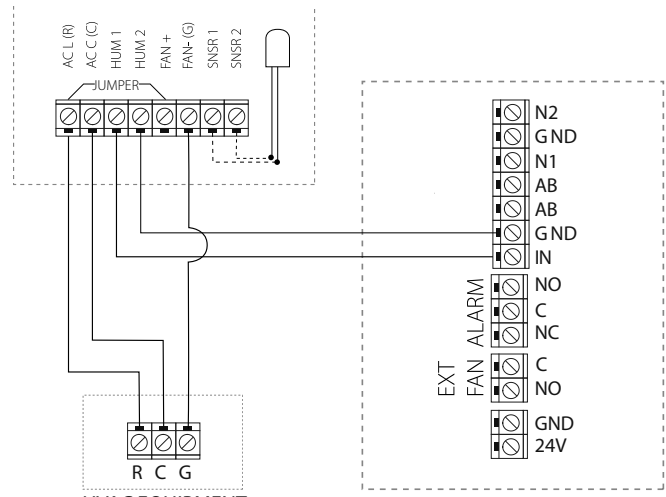

Fig. 3.t
4. Connectez le GFX4 et l'humidificateur à vapeur à l'équipement CVC comme indiqué sur la Fig. 3.s. pour activer le ventilateur CVC.